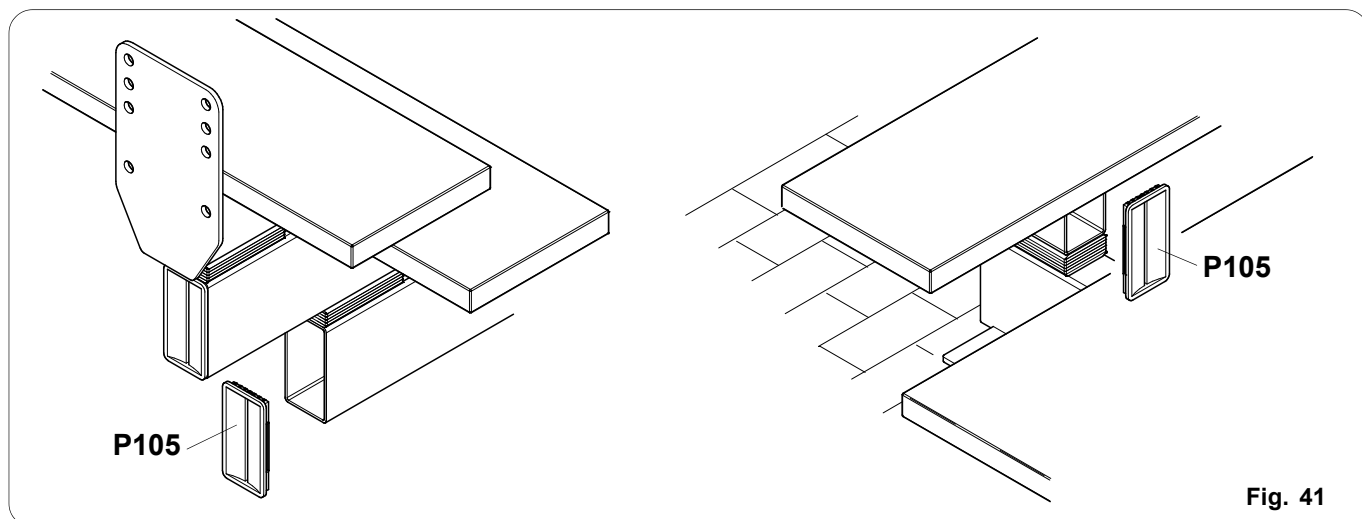

Fig. 41
- Monter les caches **P105** sur les modules de support marche soit dans la partie antérieure que dans la partie postérieure. (fig. 41)